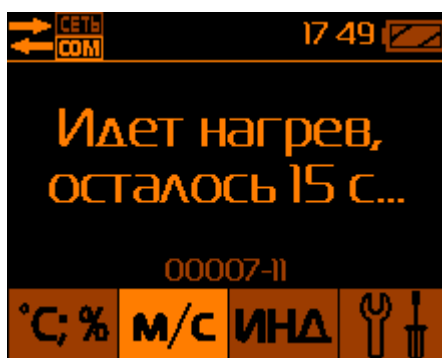

Рис.11 – Прогрев датчика скорости воздуха
Выбором сессии и подтверждением кнопкой «ОК» происходит переход непосредственно к ячейкам памяти блока обработки информации (рис.11)
2.5 **Выбор режима измерения скорости воздуха** осуществляется нажатием кнопки **м/с** (позиция 5, рис.1). Перед началом измерения производится прогрев датчика скорости воздуха в течение 30 с, о чём выводится соответствующее сообщение на дисплей БОИ-01 (Рис.11).